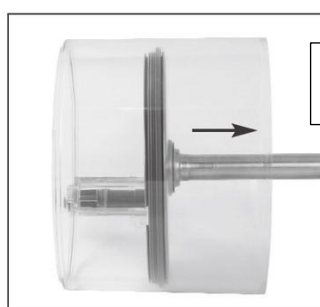

Figure 6
- 5) Entfernen Sie die Basis der Schüssel, indem Sie den Gummi entfernen (siehe Abbildung 5) und in der angegebenen Richtung auf die Basis klopfen (siehe Abbildung 6).